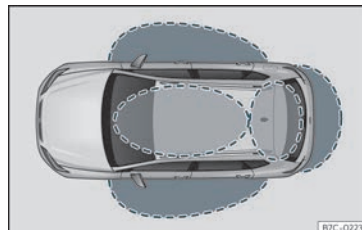
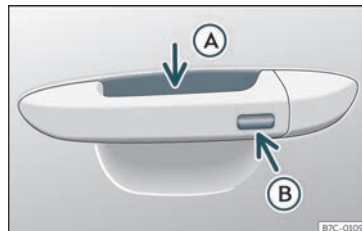

Fig. 76 Keyless Access: zonas de proximidade.
Fig. 77 Asa da porta: superficies sensoras
Keyless Access é un sistema de peche e arranque sen chave co que pode desbloquear e bloquear o vehículo sen usar activamente a chave do mesmo. Para iso só é necesario que haxa unha chave do vehículo válida na zona de detección correspondente ao intento de acceso ao vehículo»» **fig. 76** e tocar unha das superficies sensoras das asas das portas»» **fig. 77** ao accionar o *soft-touch*/asa do portón traseiro
Se atopa unha clave válida nunha das áreas próximas»» **fig. 76**, o sistema de peche e arranque sen chave Keyless Access proporcióñalle a esa chave dereitos de acceso cando se toca unha das superficies sensoras das asas das portas dianteiras o acciónase o *softtouch*/asa disposta no portón traseiro.
»» **fig. 77** ❷ (frecha) da asa e desbloqueará o vehículo.
- Prema *unha* vez a superficie sensora de bloqueo»» **fig. 77 B** (frecha) da asa dunha das portas dianteiras. A porta cuxa asa estea activada deberá estar pechada.
- Toque *unha* vez a superficie sensora »» **fig. 77 B** (frecha) da asa dunha das portas dianteiras. O vehículo bloquease co sistema de seguridade “Safe” »» páx. 101. A porta cuxa asa estea activada deberá estar pechada.
- Toque *dúas* veces a superficie sensora »» **fig. 77 B** (frecha) da asa dunha das portas dianteiras para bloquear o vehículo sen activar o sistema de seguridade “Safelock” »» páx. 101.
Cando o vehículo está bloqueado, o portón traseiro desbloquease ao abri-lo se na súa zona próxima»» **fig. 76** está unha chave do vehículo válida.
- Prema o botón de peche  do mando a distancia e toque unha vez, nos 5 segundos seguintes, a superficie sensora de bloqueo da asa da porta do condutor»» **fig. 77 B**. Non agarre a asa da porta, pois de ser así, o vehículo non se bloqueará. Tamén se pode realizar a desactivación se o vehículo está bloqueado a través da pechadura da porta do condutor.
Para **pechar coa función de confort** todas as fiestras eléctricas e o teito de vidro, man-teña un dedo durante uns segundos sobre a superficie sensora de bloqueo»» **fig. 77**  (frecha) da asa da porta ata que se pechen as fiestras e o teito.
As superficies sensoras das asas das portas poderían activarse ao recibir un chorro de auga ou de vapor a gran presión en caso de que houbera algunha chave do vehículo válida na zona próxima. Se polo menos unha das fiestras con alzávidros eléctrico está aberta e a superficie sensora»» **fig. 77**  (frecha) dunha das asas está activada de forma permanente, pecharanse todas as fiestras.
- **OU BEN:** toque *dúas* veces a superficie sensora situada na parte exterior da asa da porta»» **fig. 77** .